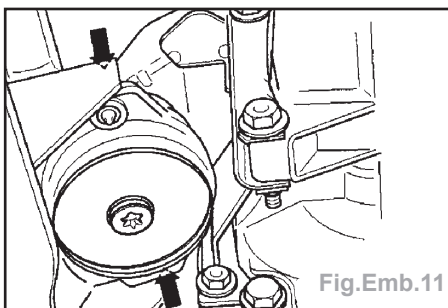

Fig.Emb.11
- Ajuster le dispositif de maintien de manière à ce que le coulisseau (B) vienne toucher le tube droit (flèche).
- Fixer le dispositif de maintien sur le berceau (A) et sur le support auxiliaire (3184/1) en vissant à fond les équerres de tôle.
- Délester le palier d'ensemble mécanique pour moteur/BV en serrant l'axe (C).
- Dévisser les vis (flèches) du palier métal-caoutchouc à l'arrière du berceau (Fig.Emb.11).